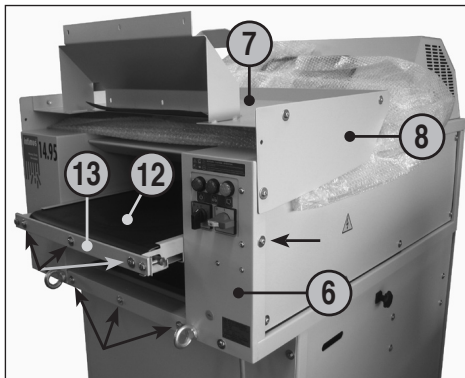

fig. 1
- 6 = Boîtier (figures 1, 2, 4)
- 7 = Table (figures 1, 2, 4, 5, 6)
- 8 = Plaque de protection (figures 1, 2, 4)
- 12 = Bande de transport (figures 1, 2)
- 13 = Support pour bande de transport (figure 1)
POSITIONNEMENT DE LA TABLE (7) (figures 1, 2 et 3)
1. Dévisser respectivement les 3 vis et les rondelles sur la paroi avant du boîtier (6) et sur la face frontale du support pour bande de transport (13) ainsi que respectivement une vis sous la plaque de protection (8) des deux côtés (voir marquages de flèches figure 1)